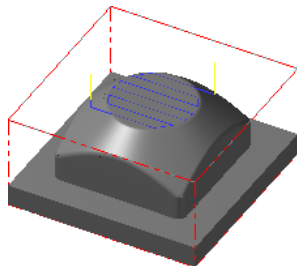

图 6.12 刀具路径
(4) 设置冷却方式。在 参数 选项卡中单击 Coolant... 按钮, 系统弹出“Coolant...”对话框, 在 Flood (切削液) 下拉列表中选择 On 选项。单击该对话框中的 按钮, 关闭“Coolant...”对话框。
(5) 单击“定义刀具-机床群组-1”对话框中的 按钮, 完成刀具参数的设置。
Step8. 单击“曲面精加工平行铣削”对话框中的 按钮, 同时在图形区生成图 6.12 所示的刀具路径。